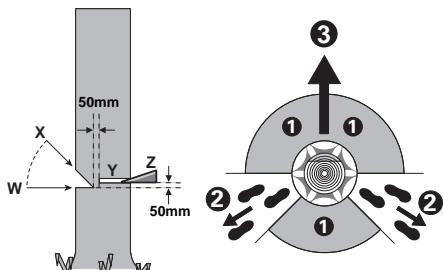

Figura 1
Faceți tăietura de doborâre (Y) cu cel puțin 50 mm mai sus decât tăietura orizontală de crestare prezentată în figura 1. Nu executați o tăietură de doborâre completă, ci doar atât de adâncă încât să mai rămână o legătură (adaos pentru doborâre), care să acționeze ca o balama. Astfel veți impiedica răscuicirea copacului și căderea acestuia în direcție greșită. Nu tăiați complet marginea rămasă. În momentul apropierii tăieturii de doborâre de margine, copacul ar trebui să înceapă să cadă. În cazul în care se pare acesta nu va cădea în direcția dorită sau se inclină înapoi iar lanțul de ferăstrău se blochează, îngerupeți tăierea și introduceți pene de lemn, material plastic sau aluminiu (Z) în linia de tăiere dorită, pentru deschiderea tăieturii și doborârea copacului (③).
Când copacul începe să cadă scoateți ferăstrăul din tăietură, opriți-l, puneti-l jos și părașiti zona periculoasă folosind calea de retragere stabilită (②). Fiți atenți la crengile care cad și evitați să vă impiedicați. (Vezi Figura 1)